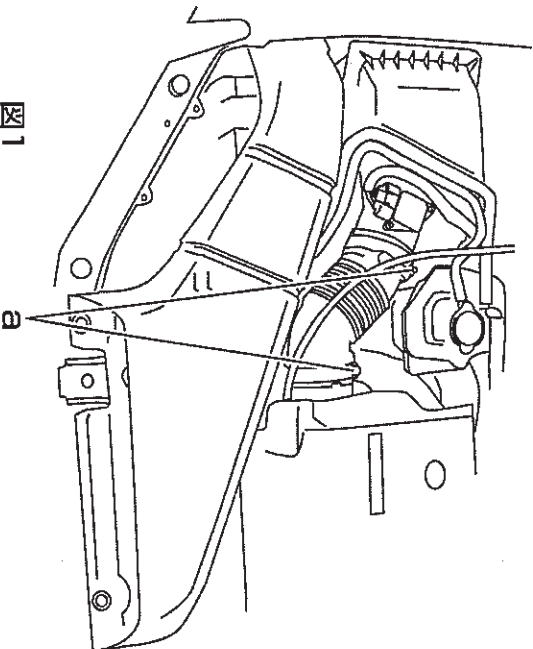

図1
- 1, 図1-aのホーススリーブ2本を緩め、ゴム製インタークホースを取り外します。